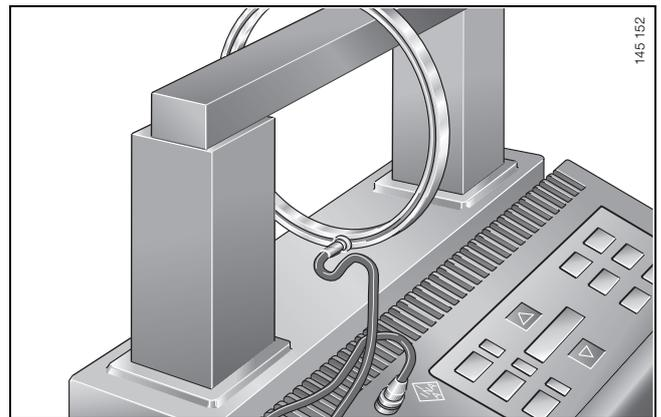

Bild 1 · Erwärmung mit Induktionsgerät
- Induktions-Erwärmungsgerät INAtherm® (Bild 1)